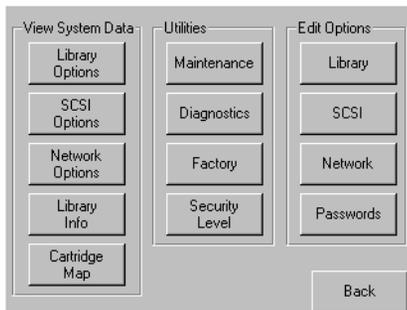

Figure 3-2. Écran Menu
2. Appuyez sur le bouton Library (Librairie) dans la zone Edit Options (Modification des options) de l'interface utilisateur (voir la Figure 3-2).
- Appuyez sur le bouton Library (Librairie) dans la zone Edit Options (Modification des options) de l'interface utilisateur (voir la Figure 3-2).